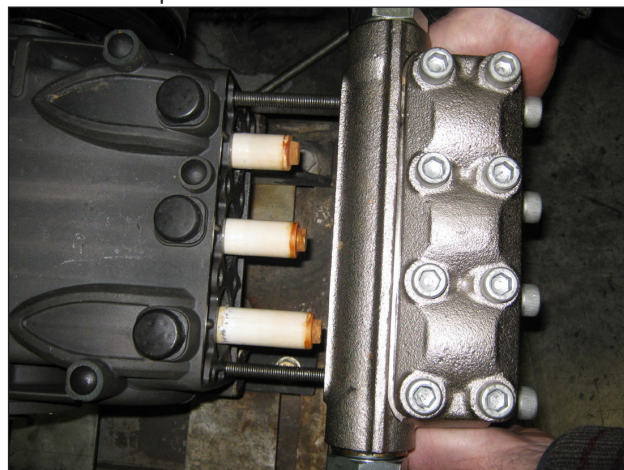

Fig. 30
- B) Lubricar los componentes ②③⑤ con grasa de silicona Tipo OCILIS cód. 12001600; tal operación es considerada necesaria también para facilitar el asentamiento del labio de las juntas sobre el pistón.
1. Utilizando dos tornillos – clavija de servicio (cód. 27726000) fijadas en el cárter como se indica en la (Fig. 30), posicionar el cabezal completo; asegurarse que se encuentra centrado solamente sobre el pistón central.